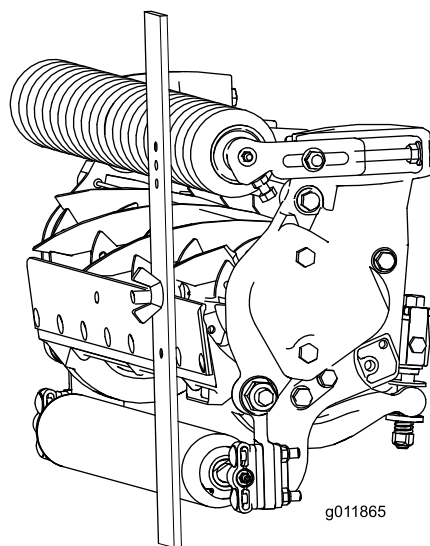

図 18
3. ゲージバーのねじの頭を下刃の先端に引っかけ、バーの後端を後ローラに当てがう 図 18。
4. バーの前端がローラに当たるように、調整ねじで調整する 図 18。ローラ全体が下刃と平行になるように、ローラの両側を均等に調節する。